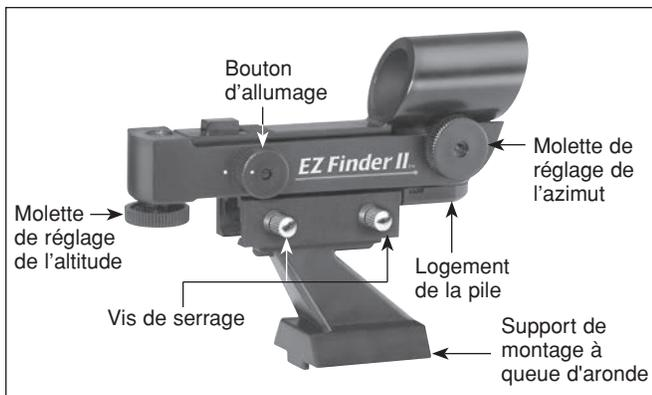

Figure 11. Chercheur reflex EZ Finder II.
1. Insérez un petit tournevis à tête plate dans l'encoche du boîtier de la batterie et soulevez doucement le couvercle (**figure 11**).
Tournez le bouton d'allumage (voir **figure 11**) dans le sens horaire jusqu'à entendre le déclic indiquant que l'appareil est sous tension. Regardez à travers l'arrière du chercheur reflex avec vos deux yeux ouverts pour voir le point rouge. Positionnez votre œil à une distance confortable de l'arrière du chercheur. À la lumière du jour, vous devrez peut-être couvrir l'avant du chercheur avec votre main pour voir le point, sa luminosité étant volontairement assez faible. L'intensité du point peut être réglée en tournant le bouton d'allumage. Pour de meilleurs résultats lors des observations, utilisez le réglage le plus faible possible vous permettant de voir le point sans difficulté. Généralement, on adopte un réglage plus faible lorsque le ciel est sombre et un réglage plus lumineux en cas de pollution lumineuse ou à la lumière du jour.
Sans déplacer le tube du télescope, utilisez les molettes de réglage de l'azimut (gauche / droite) et de l'altitude (haut / bas) (**voir figure 11**) du EZ Finder II pour positionner le point rouge sur l'objet apparaissant dans l'oculaire. Lorsque le point rouge est centré sur l'objet distant, vérifiez que cet objet est toujours au centre du champ de vision du télescope. Si ce n'est pas le cas, recentrez-le et ajustez de nouveau l'alignement du EZ Finder II. Lorsque l'objet est centré dans l'oculaire et par rapport au point rouge du EZ Finder II, ce dernier est correctement aligné avec le télescope. Une fois aligné, l'EZ Finder II conserve généralement son alignement, même après avoir été démonté et remonté. Dans le cas contraire, seul un alignement minimal est nécessaire.